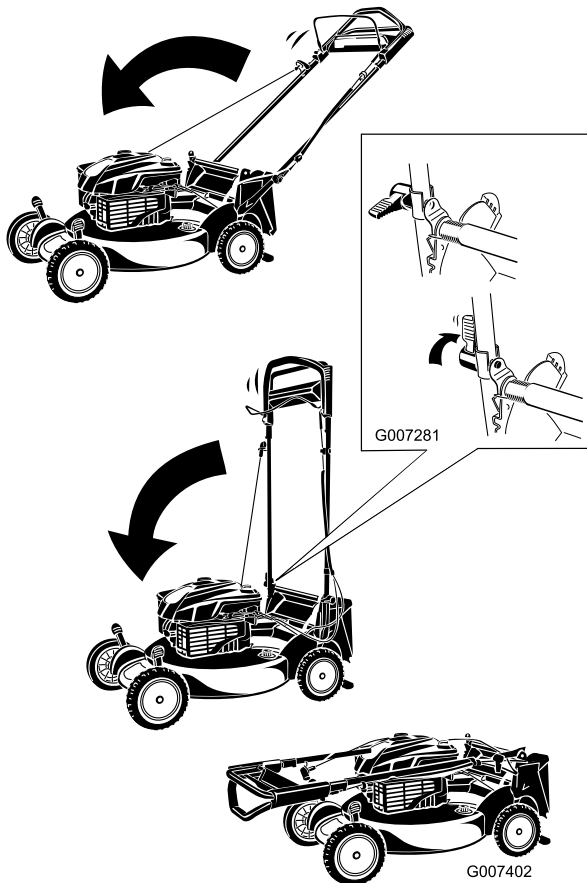

Bild 44
1. Drehen Sie den Griff nach vorne (Bild 44).